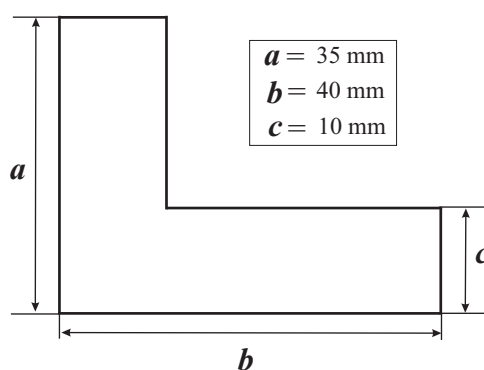
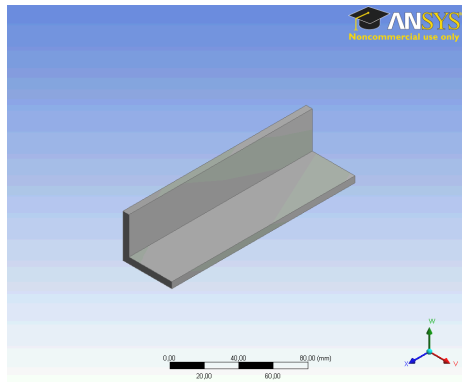
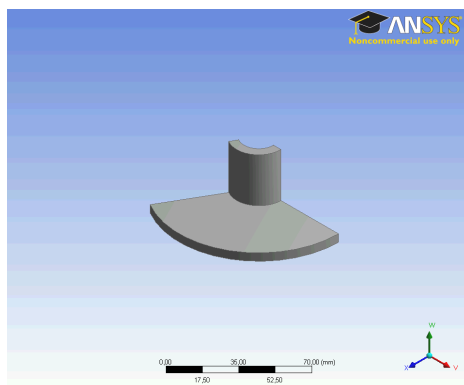
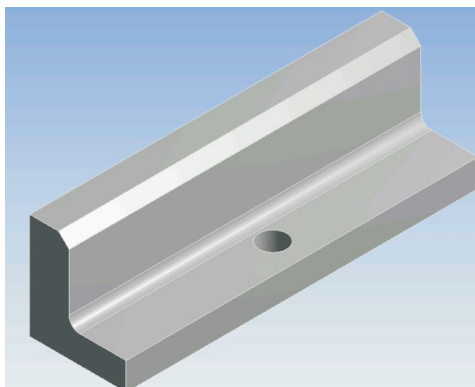

Рис. 7.1. Сечение детали L -shape.
Рис. 7.2. Деталь L - shape - extrude.
Рис. 7.3. Деталь L - shape - revolve.
Рис. 7.5. Деталь L - shape - chamfer.
В этом разделе мы покажем возможности команды **Extrusion\*** (выдавливание). Для этого мы создадим плоский рисунок (**Sketch**) L – образной формы, как показано на рис. 7.1, и "выдавим" из него объемное твердое тело (рис. 7.2).
В этом разделе мы возьмем за основу рис. 7.1, созданный в предыдущей работе, и применим к нему процедуру вращения вокруг оси *Y*. В результате получим новое твердое тело (рис. 7.3).
В этом разделе мы возьмем за основу деталь, изображенную на рис. 7.2, сделаем в ней цилиндрическое отверстие, а затем добавим закругление на внутренний угол и срежем фаску на одном из ребер. В результате получим новое твердое тело (рис. 7.5).
1. Запустите **Workbench** и загрузите файл с готовой геометрией (рис. 7.2).